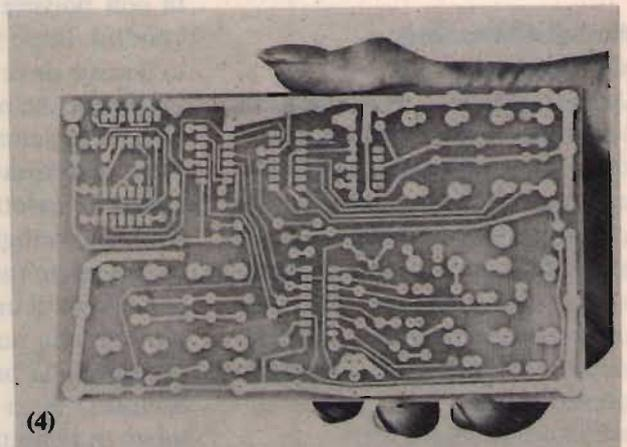

Figura 8. Pulito e lucidato, il c.s. è pronto per la foratura.
Infine, gli oscillogrammi di figura 8 riportano due esempi di
**Figura 8.** Due esempi di erronea impostazione dei comandi: (a) si è scelto impropriamente il condensatore dell'integratore; (b) non si è eliminato del tutto l'offset.
A basetta incisa, si allontaneranno i trasferibili con una gomma per cancellare o con un pezzetto di stoffa imbevuto di solvente per vernici (**figura 7**) e quindi si luciderà il rame con la solita polvere abrasiva: il risultato tipico, bello da vedersi e facile da ottenere, è quello della **figura 8**.
Un supercondensatore, come illustra la figura 8, può anche essere utilizzato come elemento base per un temporizzatore passivo: il relé scatterà soltanto quando la tensione ai capi di C1 sarà caduta sotto un certo valore di soglia. Per iniziare un nuo-